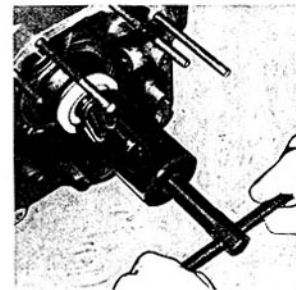

Fig. B 12
- c) Extraire le pignon avec l'outil E 75 M 2 (fig. B 12).